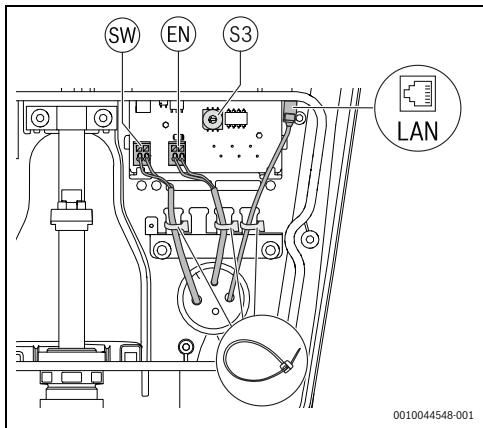

Fig. 280 Collegamenti delle interfacce interne opzionali
- Collegare uno sgancio remoto per l'interruttore differenziale a monte o una ditta specializzata al SW di uscita digitale (→ Fig. 280, capitolo 4.2 pagina 268, [1]).